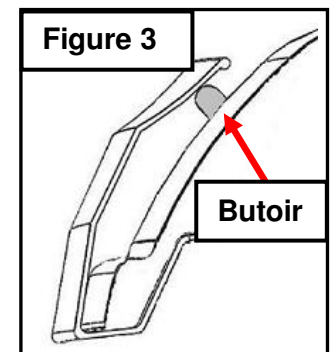

Figure 3
6. Attach rubber bump-on to the factory hood where the corners of the Hood Shield are closest to the hood. (Figure 3) **Clean area first with isopropyl alcohol and remove adhesive backing from bump-on and apply to hood.**
6. Installez les butoirs en caoutchouc sur le capot original ou les coins du protecteur de capot sont les plus près du capot. (**Figure 3**) Nettoyez la surface avec de l'alcool isopropylique et enlevez l'endos protecteur du butoir pour ensuite l'appliquer sur le capot.